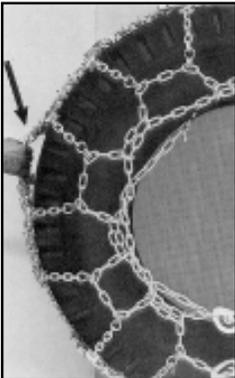

Bild 11-8
- Bild 11-8 zeigt eine normal gelockerte Kette (Prüfung erfolgt in Höhe der Achsmittle) für Straßenfahrt oder Fahrten auf festem Untergrund.
- La figure 11-8 montre une chaîne relâchée à l'état normal (vérification du relâchement au milieu des essieux) pour la circulation routière ou les parcours sur des sols fermes.
- Fig. 11-8 shows a chain that has been loosened normally (to be checked at the height of the axle center) for travelling on roads or on hard soil.